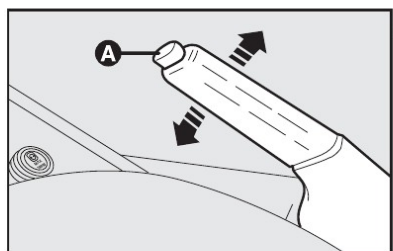

fig. 1
### FREIO DE MÃO - fig. 1
- 1) Levantar levemente a alavanca e apertar o botão de desengate **A-fig. 1**.
- 2) Manter apertado o botão e abaixar a alavanca. A luz-espia (D) apaga-se.